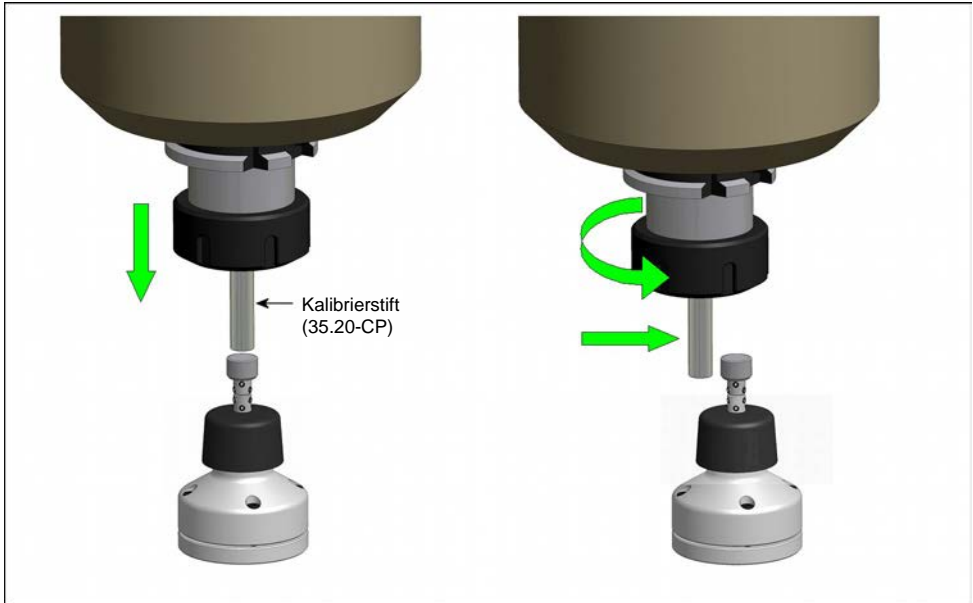

Abb. 9 Werkzeugmesssystem kalibrieren
1. Gewindestifte D, E und F lösen (siehe Abb. 9) und Messeinsatz zusammen mit Sollbruchstift aus dem Taststiftadapter entnehmen.
2. Gewindestift A, B und C am Messeinsatz lösen (siehe Abb. 9) und Sollbruchstift entnehmen.